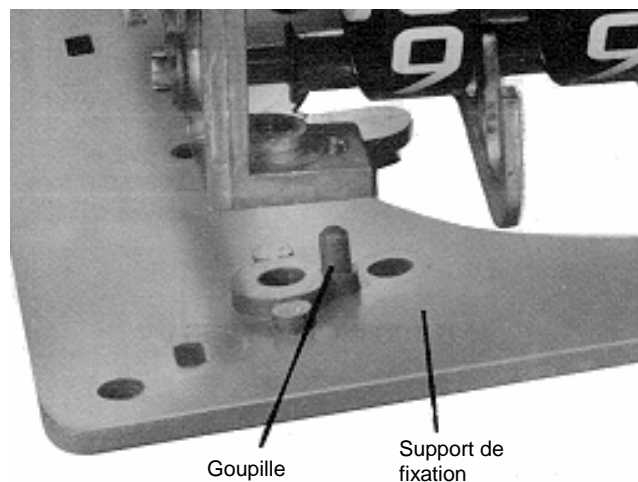

Figure 24. Montage de l'indicateur sur le support de fixation
a. Pour une mesure correcte, l'indicateur doit être monté sur un support de fixation TD-42383, figure 24, pour garder le châssis dans la même position que dans le boîtier.